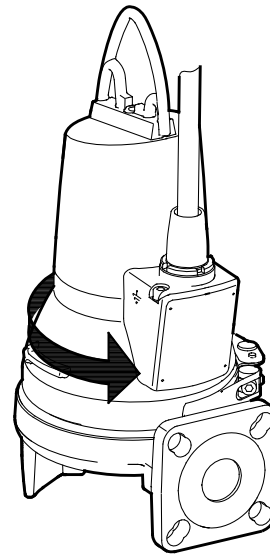

Рис. 5 Направление рывка
3. При правильном подключении электродвигателя насос будет испытывать резкий рывок в направлении, противоположном направлению вращения, смотрите рис. 5. В противном случае необходимо поменять местами подключение двух любых входных проводов питания электродвигателя.